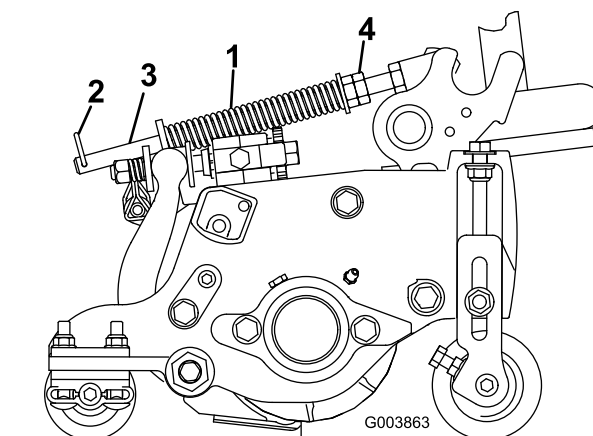

Рисунок 14
- Затяните шестигранные гайки в передней части штока пружины так, чтобы длина сжатой пружины была равна 12,7 см на Reelmaster 5410 (с 5-дюймовыми режущими блоками), или 15,9 см на Reelmaster 5510 (с 7-дюймовыми режущими блоками); см. Рисунок 14.
Пружина компенсации состояния грунта (Рисунок 14) переносит вес с переднего на задний каток. Это препятствует образованию на грунте волнообразных неровностей (так называемых «волн» или «трясок»).
- Убедитесь в том, что игольчатый шплинт вставлен в заднее отверстие штока пружины (Рисунок 14).